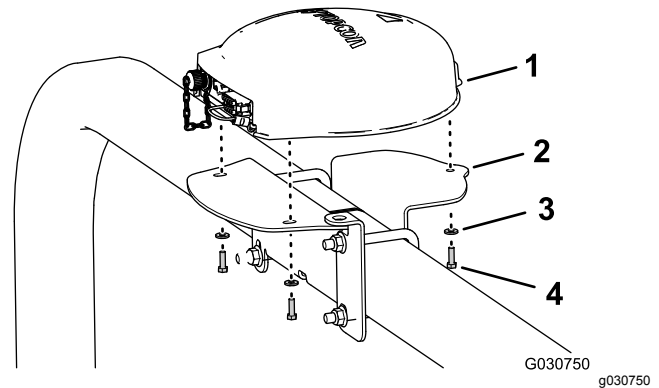

Figura 126
- Alinhe os três roscados na base do recetor de navegação com os três orifícios na montagem do recetor (Figura 126).
- Monte o recetor na montagem (Figura 126) com os três parafusos com cabeça sextavada (5 x 16 mm) e as três anilhas (5 mm).